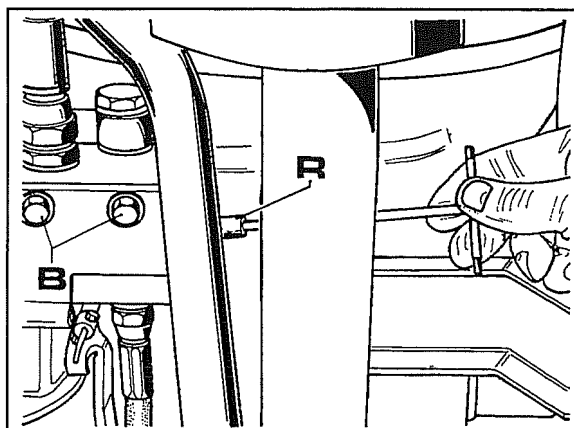

Fig. 2
2. Per poter svitare quindi sfilare la suddetta valvola è necessario togliere le due viti **B** di fissaggio del gruppo valvole situate sotto al gruppo stesso, vedi fig.2.